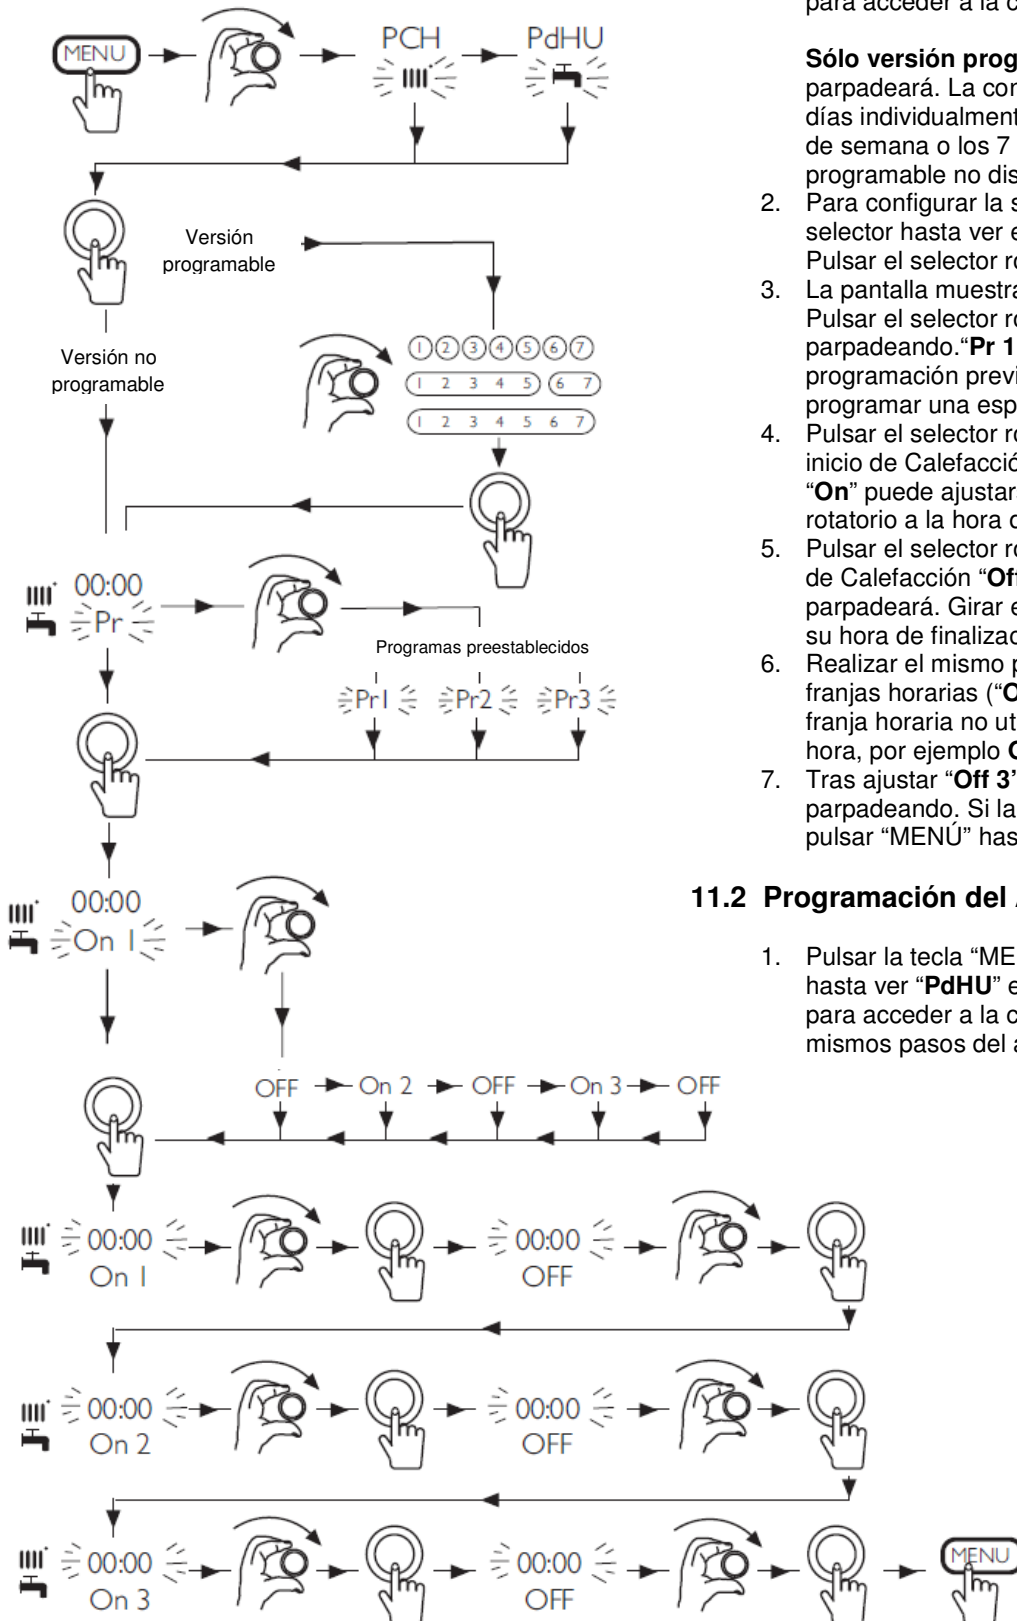

Fig. 26: Programación de la Calefacción y del A.C.S.
1. Pulsar la tecla "MENÚ" y girar el selector rotatorio hasta ver "PCH" en pantalla. Fig. 26. Pulsarlo para acceder a la configuración.
1. Pulsar la tecla "MENÚ" y girar el selector rotatorio hasta ver "PdHU" en pantalla. Fig. 26. Pulsarlo para acceder a la configuración y repetir los mismos pasos del apartado anterior.